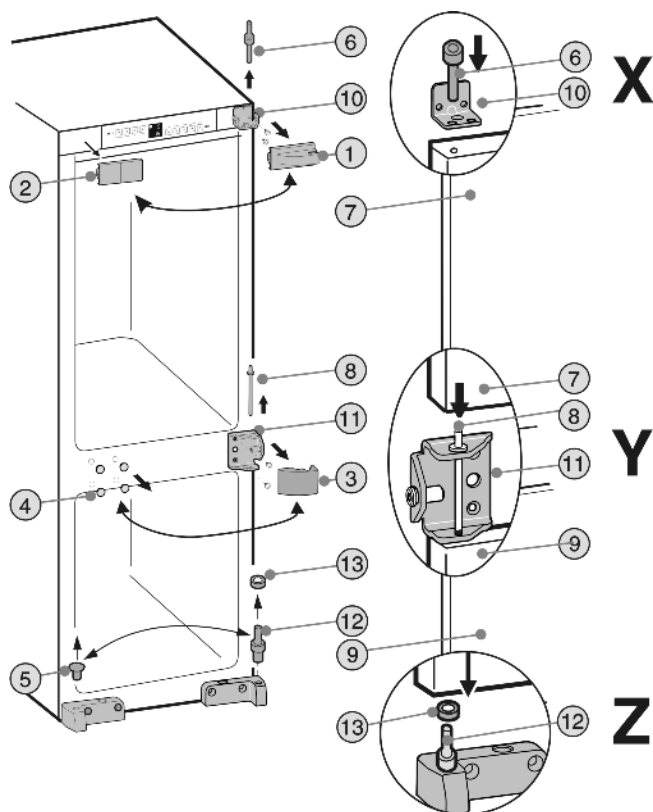

Fig. 3
▶ Levantar as peças de cobertura Fig. 3 (1,2,3,4,5).
- ▶ Desaparafusar o perno do apoio superior Fig. 3 (6) da porta do compartimento frigorífico Fig. 3 (7).
- ▶ Inclinare ligeiramente a porta do compartimento frigorífico Fig. 3 (7) para a frente e levantar a mesma.
- ▶ Remover o perno de apoio central Fig. 3 (8).
- ▶ Levantar a porta do compartimento congelador Fig. 3 (9).
- ▶ Desaparafusar o apoio superior Fig. 3 (10) e o apoio central Fig. 3 (11) e voltar a aparafusar no lado oposto com os mesmos parafusos (com um binário de aperto de 4 Nm).
- ▶ Transferir o perno do apoio inferior Fig. 3 (12) com anilha Fig. 3 (13).
- ▶ Colocar a parte inferior da porta do compartimento congelador sobre o perno do apoio Fig. 3 (12) e anilha Fig. 3 (13).
- ▶ Introduzir o perno do apoio central Fig. 3 (8) através do apoio central Fig. 3 (11), no apoio da porta. **Pormenor Y**
- ▶ Colocar a porta do compartimento frigorífico sobre o perno do apoio central Fig. 3 (8). **Pormenor Y**
- ▶ Colocar o perno do apoio superior Fig. 3 (6) através do orifício exterior do apoio Fig. 3 (10) no assento da porta do compartimento frigorífico Fig. 3 (7) e aparafusar (com um binário de 4 Nm). **Pormenor X**
- ▶ Voltar a montar as peças de cobertura Fig. 3 (1,2,3,4,5) do respectivo lado oposto, rodando as mesmas 180°.